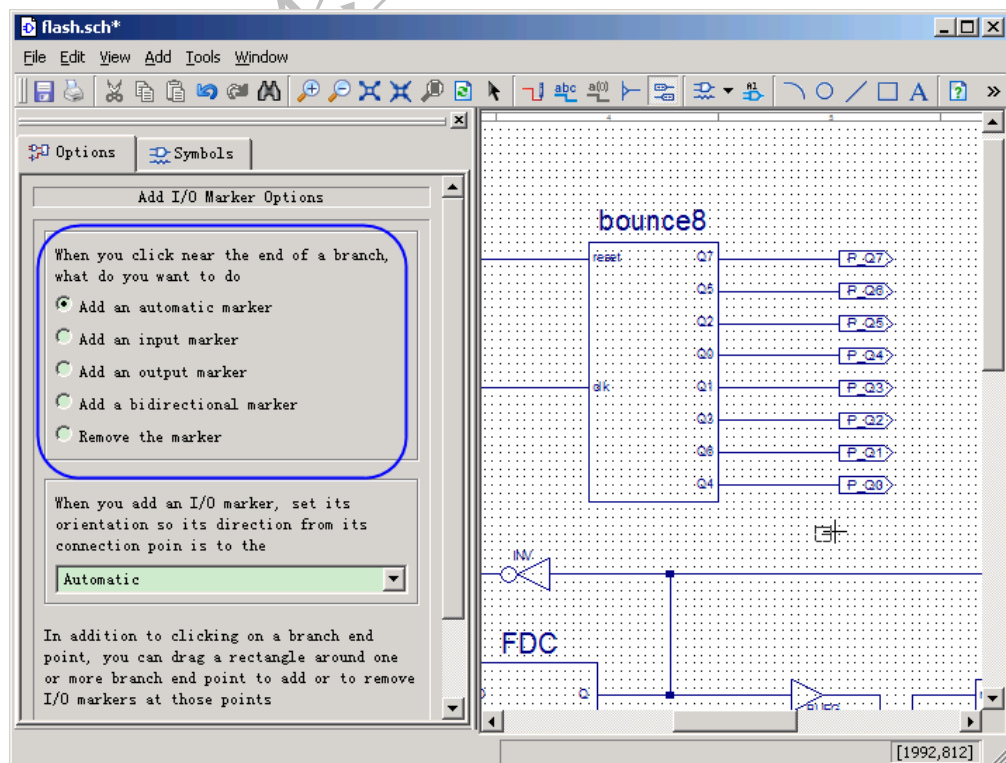

图 2.8 在原理图中添加 I/O 引脚的方法
- (4) 完成设计后，需要添加 I/O 端口引脚。单击【Add I/O Marker】按钮，在“Options”选项卡中，指定 I/O 类型，然后在原理图中需要添加引脚的端口上，用鼠标左键拖出一个框，该框内的信号端口上会自动添加 I/O 引脚，如图 2.8 所示。